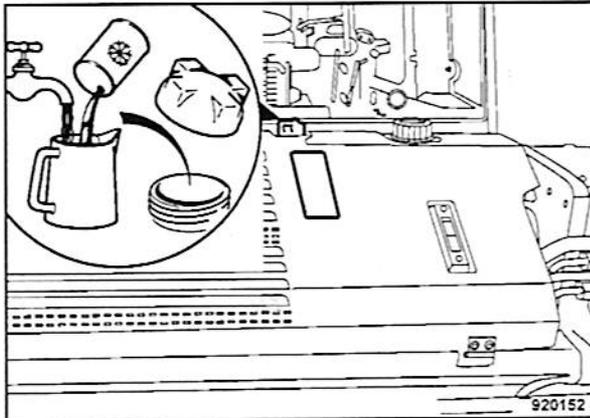

Fig. 182
- Cargar con líquido refrigerante (Fig. 182) hasta el nivel llega a la marcación MAX y volver a enroscar la tapa de cierre.